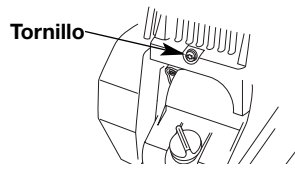

Fig. 34
3. Saque el tornillo que está detrás de la cubierta del motor (Fig. 34).